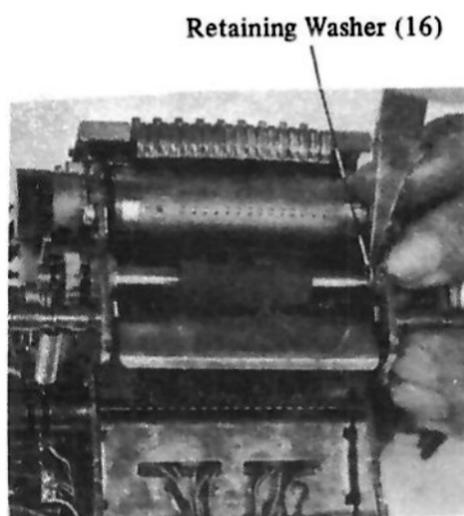

Fig. 8-63 Einbau der Zuführrolle
- 5) Das Lager mit der flachen Seite nach unten auf Seite G und M aufpressen und die Sprengringe (14 und 16) an der Zuführachse aufsetzen (Fig. 8-63).